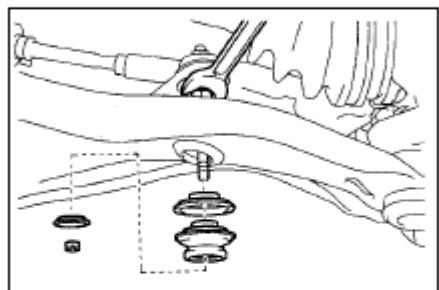

Рис. 184
(1) Открутите гайки, снимите три стопора и две прокладки, удерживая болт стабилизатора от проворачивания.
(2) Проведите аналогичные действия для другой стороны.(рис. 184)
- (3) Снимите передний стержень стабилизатора открутив четыре болта центральных креплений.